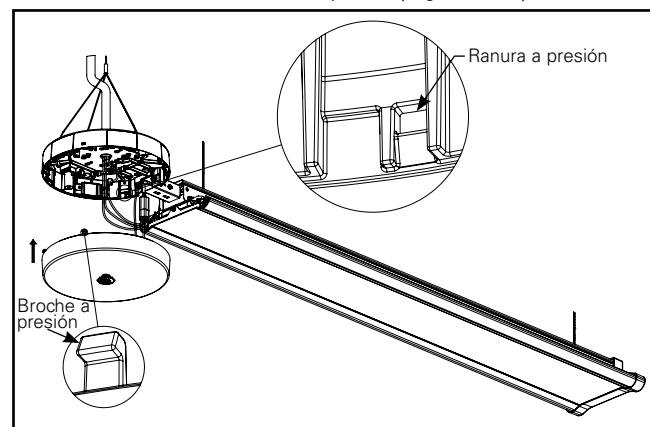

Figura 11.1
- A. Ubique cuatro broches a presión de la cubierta inferior del cubo en la cubierta superior (Figura 11.1).